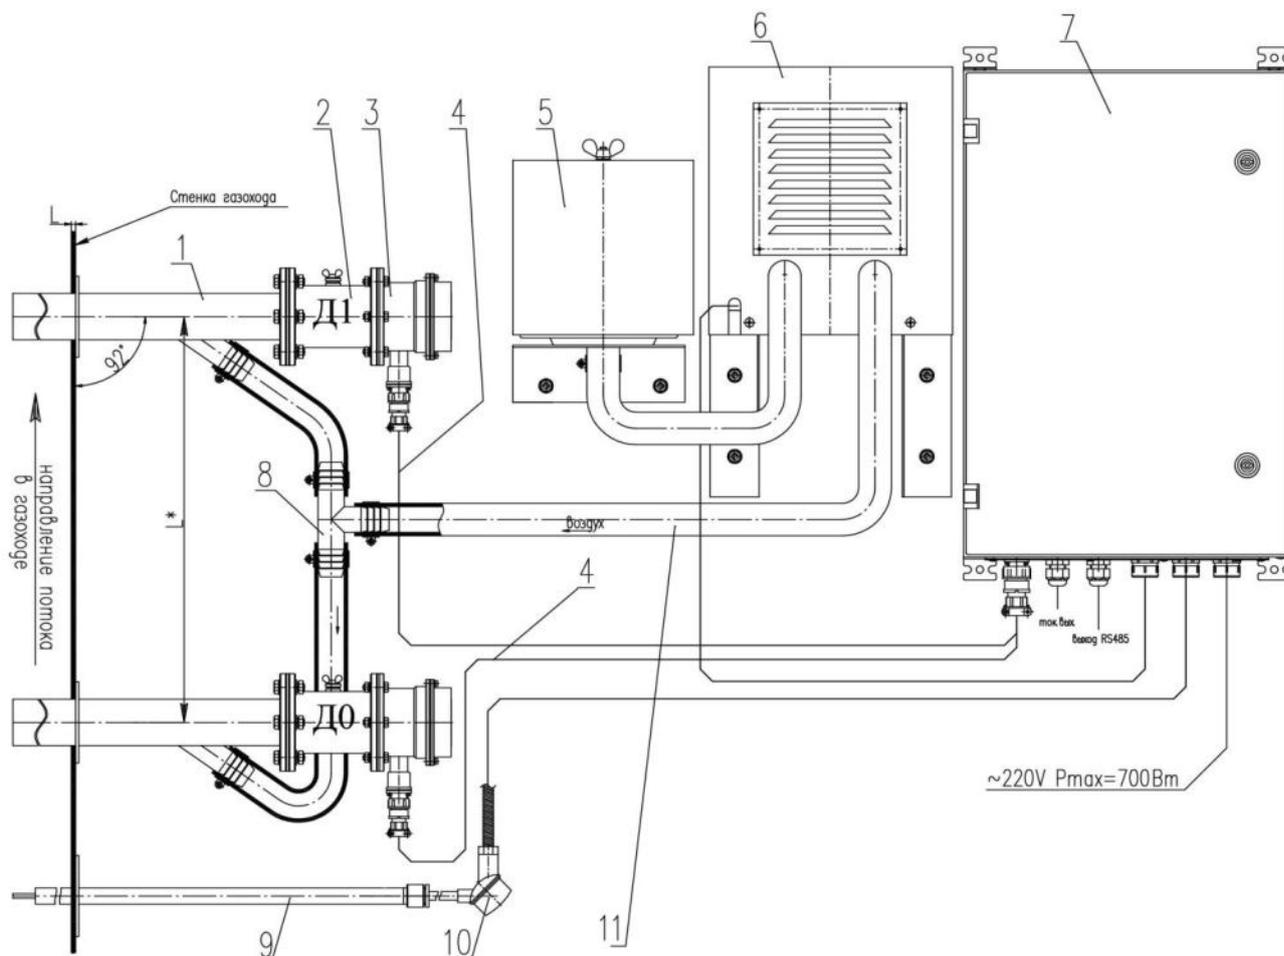

Рисунок 4. Монтажный эскиз
Измеритель скорости потока ИС-14.М содержит следующие основные элементы (см. рис.4):
5.2. Монтажный эскиз для варианта расположения датчиков на вертикальной (боковой) стенке газохода показан на рис.4. При таком расположении датчиков, разъем для подключения кабеля соединительного должен быть направлен вниз, для исключения затекания атмосферных осадков через неплотности соединения. Отсекатель пыли монтируется винтами вверх, винты должны быть затянуты для герметичности.